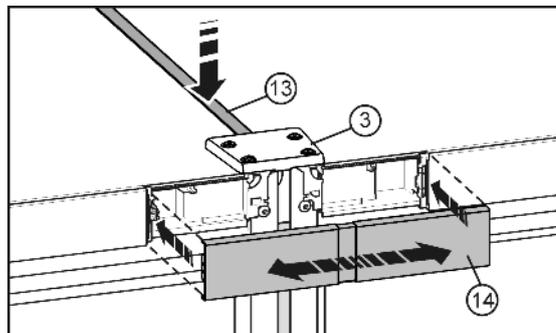

Fig. 10
- ▶ На верхней стороне вдавите в щель короткую планку Fig. 10 (13). Планка должна быть заподлицо с крышкой Fig. 10 (3) устройства на передней кромке.
- ▶ Защелкните крышку Fig. 10 (14) на еще открытом промежутке обеих заглушек участков обслуживания. Следите за тем, чтобы наружные стороны крышки заканчивались вровень с заглушками участков обслуживания. Для этой цели крышка сделана выдвигной.